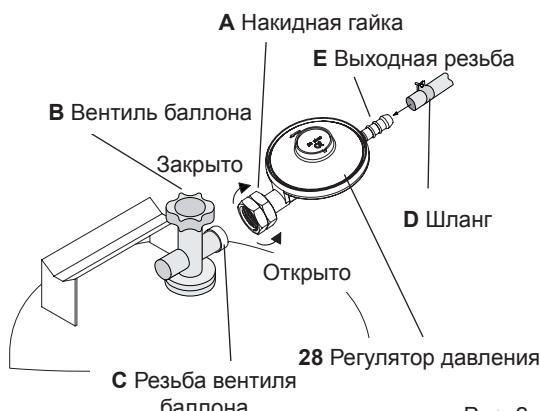

Рис. 2
- В случае неисправности следует немедленно закрыть вентиль (B) газового баллона (см. рис. 2, стр. 6).
III. Подсоединение устройства к газовому баллону (рис. 2)
Выключите террасный обогреватель (см. пункт V, стр. 7) и дайте ему остить. Закройте вентиль газового баллона. Снимите регулятор давления с газовым шлангом с газового баллона, для этого открутите накидную гайку А (см. рис. 2, стр. 6) по часовой стрелке. Всегда проверяйте уплотнение на наличие повреждений.